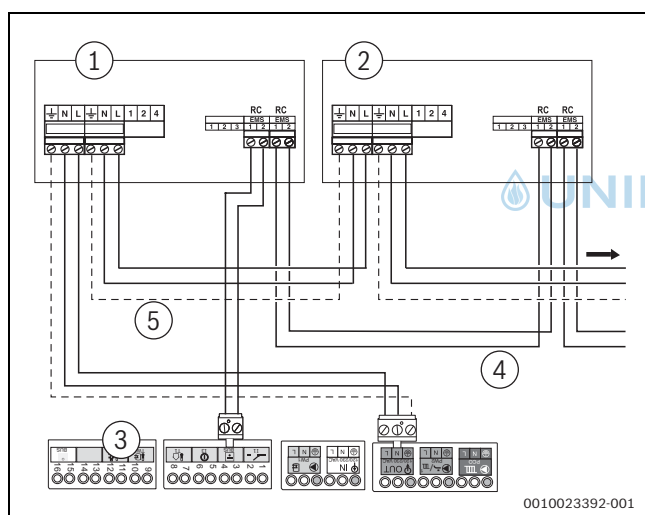

Bild 52 Anschluss mehrerer Funktionsmodule
- ▶ EMS-Busanschluss des ersten Moduls für das zweite Modul verwenden. Hierzu das mit dem Modul mitgelieferte Kabel verwenden (→ Bild 52, [4]).